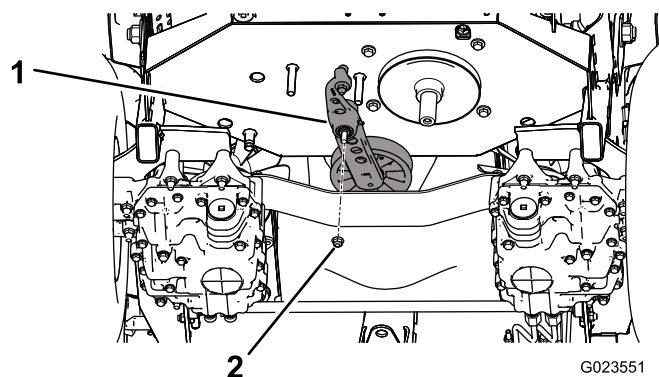

Рисунок 58
5. Выверните гайку крепления натяжителя в сборе к раме (Рисунок 58).